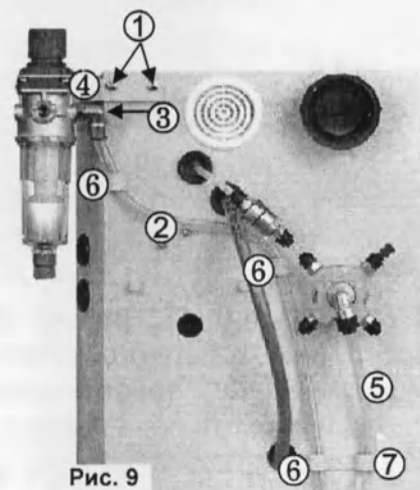

Рис. 9
- отвинтить на корпусе АСОЗ винты-барашки (1, рис.9);
- пропустить длинный пневмошланг (2) от пневмопедали через скобки (6) на задней стенке АСОЗ (рис.9);
- соединить пневмошланг (2) со штуцером (3) МПВ;
- установить кронштейн (4) модуля подготовки воздуха и закрепить винтами-барашками;